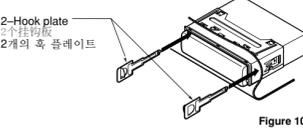

Figure 10 / 图 10 / 그림 10
3. Insert and lock the hook plates. (Figure 10)